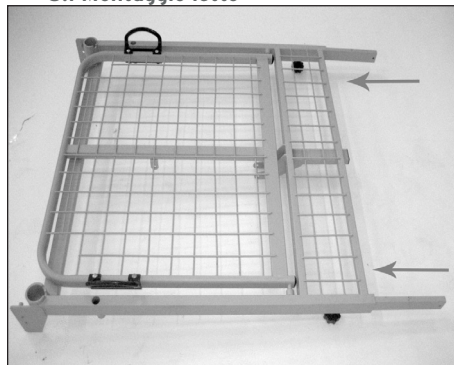

Fig. 2
1. Inserire i tubolari rettangolari nel telaio alzatesta e spingerli fino alla battuta (Fig. 2)